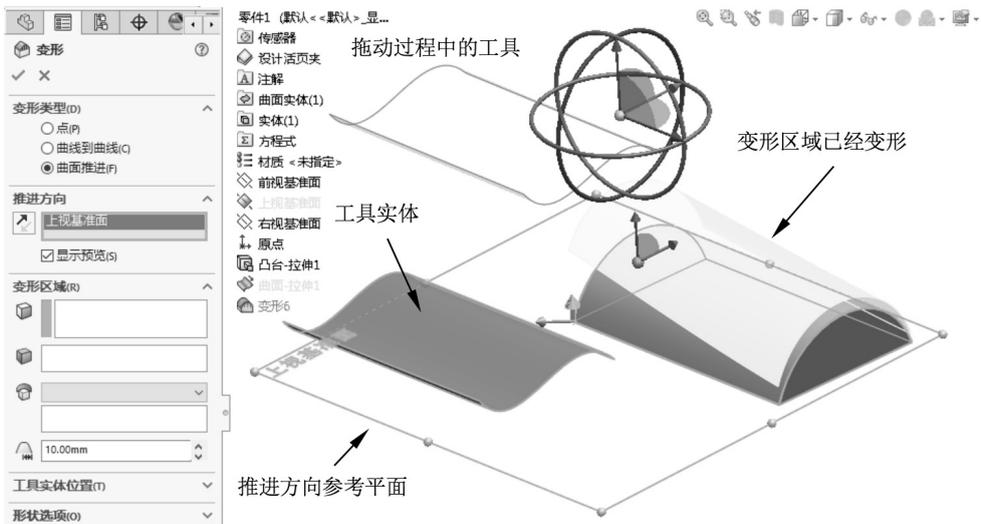

图 3-18
- “曲面推进”变形：“曲面推进”变形是通过使用工具实体曲面，替换（推进）目标实体的曲面来改变其形状。目标实体曲面接近工具实体曲面，但在变形前后每个目标曲面之间保持一对一的对应关系，如图 3-18 所示。